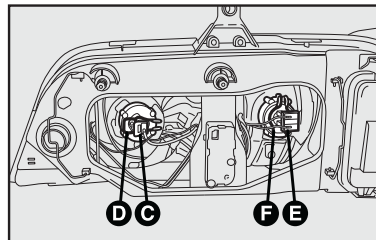
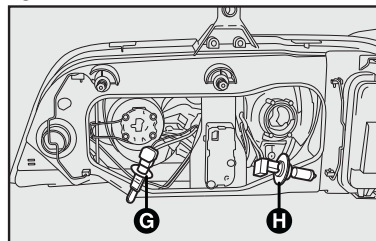

fig. 14
fig. 15
4) Retirar os conectores **C** ou **E-fig. 14**.
5) Desengatar as presilhas **D** ou **F-fig. 14** de fixação e remover as lâmpadas **G** ou **H-fig. 15**.